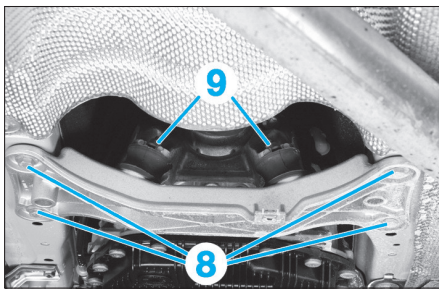

Fig. 9
- Défaire les vis (8) et les écrous (9) (Fig.9).